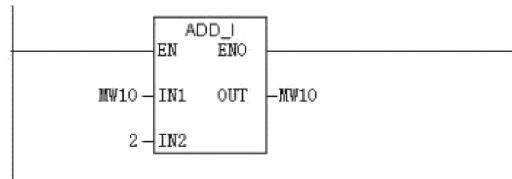

图 5-49 在 OB35 里编写的程序
4) 在管理画面的块目录里插入 OB35, 如图 5-48 所示。打开 OB35 编写如图 5-49 所示的程序并保存。